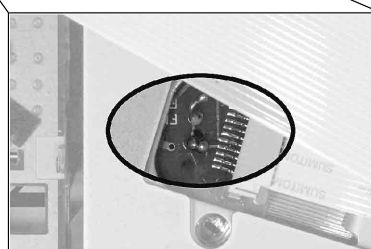

Fig. 7
- Schutzlötstelle der Pick-Up-Einheit (Fig. 7) zulöten.
- Flexprintstecker (G, K) und (L) und Stecker (M) öffnen.
- 4 Schränkklaschen (N) aufbiegen.
- 2 Schrauben (O) herauserschrauben und Leiterplatte herausnehmen.
- Close the protective solder joint of the pick up unit (Fig. 7).
- Open flexprint connectors (G, K) and (L) and connector (M).
- Open the 4 holders (N).
- Undo 2 screws (O) and take out the board.